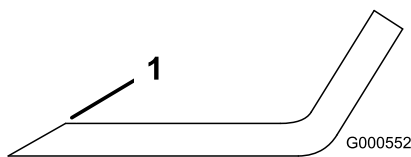

Bild 78
1. Schärfen Sie die Schnittkante an beiden Enden des Schnittmessers mit einer Feile (**Bild 78**).
Hinweis: Feilen Sie, wenn das Schnittmesser nicht ausgewuchtet ist, vom Flügelsbereich des Messers etwas Metall ab (**Bild 78**).